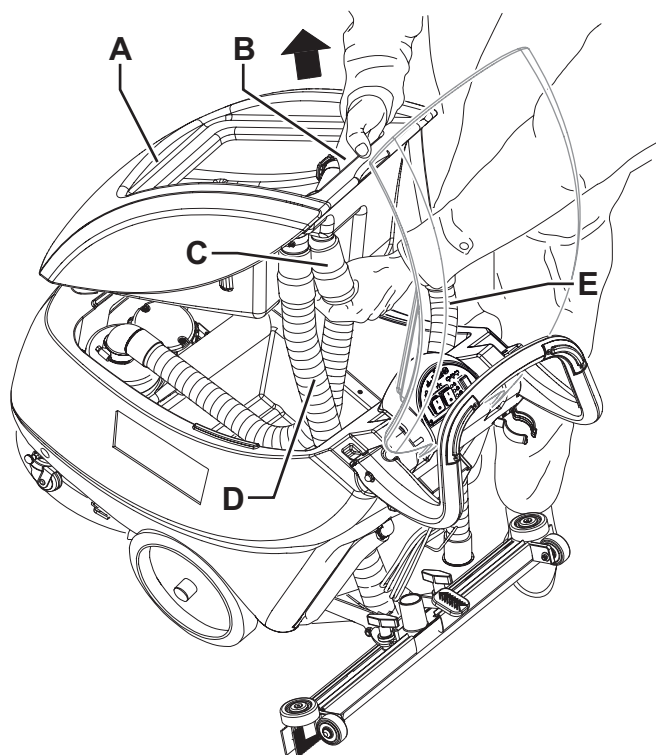

Figure 6
1. Vider le réservoir de l'eau de récupération (27), en procédant comme indiqué au paragraphe « Vidange des réservoirs ».
3. Vérifier que la fiche du câble d'alimentation (21) est branchée au réseau électrique.
4. Déconnecter le tuyau d'aspiration (22) de l'embouchure (11).
5. Déconnecter le tuyau de vidange de l'eau de récupération (16) du support correspondant (17).
6. Ouvrir le couvercle (6).
7. Saisir le réservoir de l'eau de récupération (A, Fig. 6) dans la zone (B) et le soulever légèrement.
8. Déconnecter le tuyau d'aspiration (C) du réservoir, et puis déposer le réservoir (A) avec les tuyaux correspondants